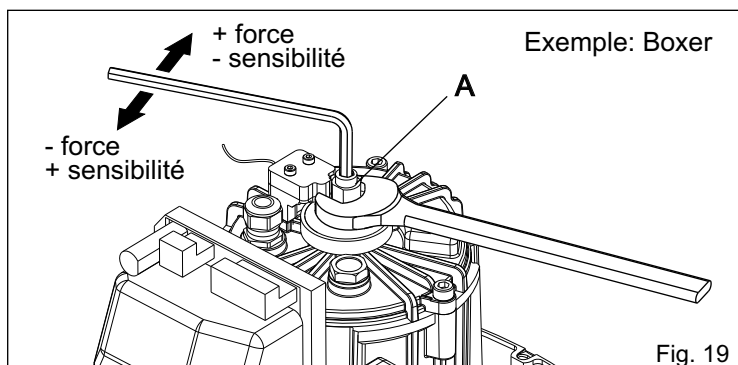

Fig. 19
- Agir sur le grain "A" (Fig. 19) comme suit: